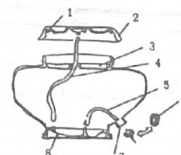

Рис. 2
- 1) Снимите нижнюю крышку кожуха бака для химикатов, замените ее на стягивающий колпачок, соединяющийся с резиновой трубкой (не забудьте надеть уплотнительное кольцо, как изображено на Рис. 3. Присоедините колпачок к резиновой трубке как изображено на Рис. 2.